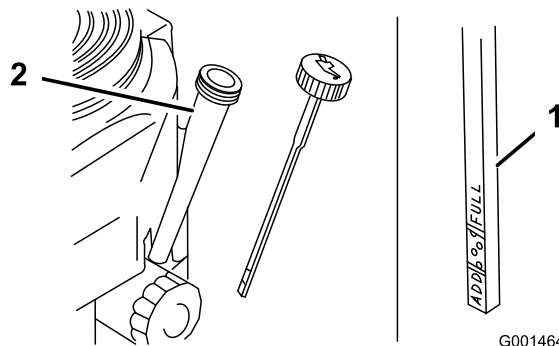

Figura 31
- Limpie alrededor de la varilla de aceite (Figura 31) para impedir que caiga suciedad por el orificio de llenado y cause daños en el motor.
- Desenrosque la varilla de aceite y limpie el extremo (Figura 31).
- Deslice la varilla a fondo en el tubo de llenado, pero no la enrosque en el tubo (Figura 31).
8. Vierta lentamente un 80% aproximadamente de la cantidad especificada de aceite por el tubo de llenado (Figura 31).